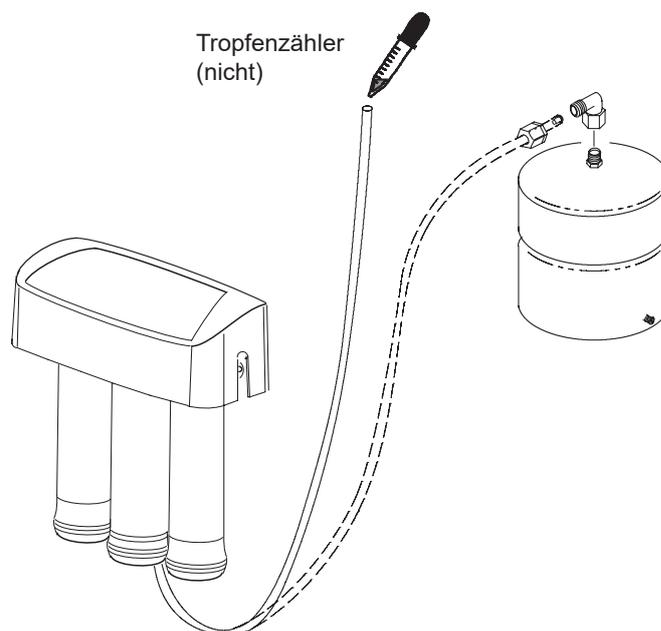

ABB. 21
Zur Reinigung der Vorrichtung in nachstehender Weise verfahren. Siehe Abb. 21.
4. 3 ml der Lösung in das freie Ende des gelben Schlauchs geben. Zum Umgang mit der Hypochlorid-Lösung die Anweisungen ihres Herstellers beachten. Siehe Abb. 21.